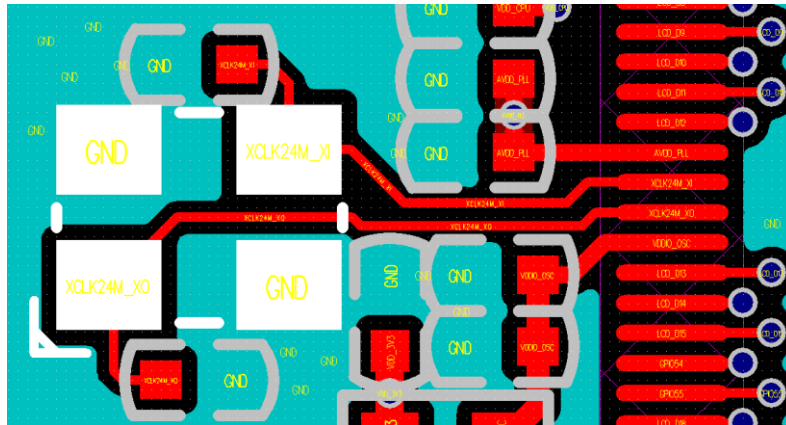

图 2-15 晶振布局
- 1) 晶振和负载电容应尽量靠近 AK 芯片，接地管脚可直接接到主地且避免与附近其它地相连，如图 2-15 所示。